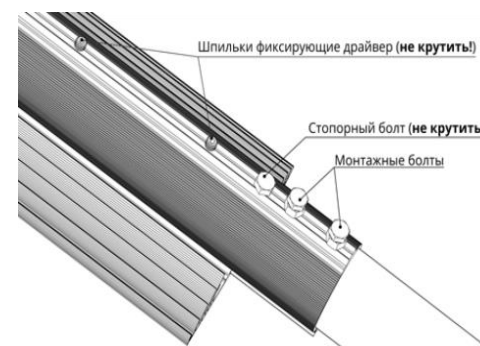

Рис. 1
- Произвести монтаж светильника как показано на рис.1: